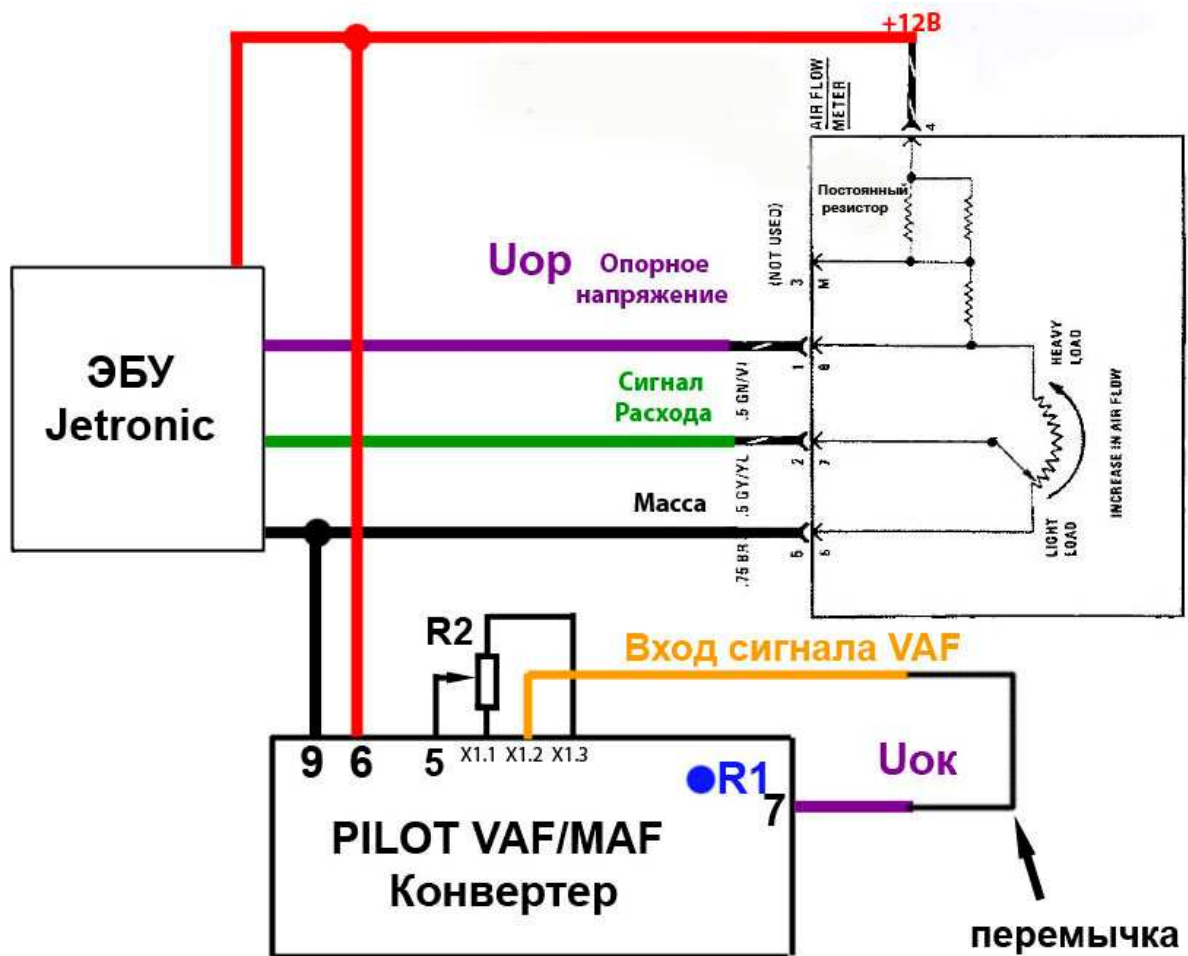

Рис. 18 Схема калибровки резистора масштабирования
7. Масштабированный сигнал, с ползунка резистора, необходимо подать на вход "VAF" конвертера(см. Рис.18). После чего входом сигнала VAF станет вход повторителя X1.2. В последствии к этому входу необходимо будет подключить сигнал штатного расходомера, но прежде необходимо настроить резистор масштабирования.
8. Установить ползунок резистора масштабирования R2 в нижнее по схеме положение(см.Рис.18).
9. Соединить между собой новый вход VAF с выходом опорного напряжения конвертера (см. Рис. 18).
11. Задаем двигателю около 3000 оборотов, чтобы получить максимальное напряжение штатного генератора. С помощью резистора R2 (см. Рис. 18) добиваемся показаний VAF в 253-254 отсчета.